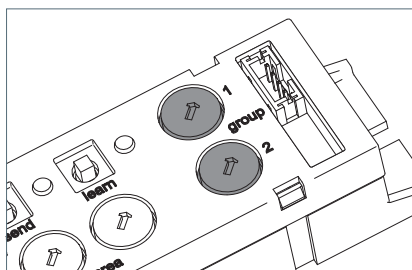

Fig. 16: Encoder rotativi "group 1" e "group 2".
- Se si desidera assegnare l'apparecchio d'illuminazione esattamente a un gruppo, impostare i due encoder rotativi "group 1" e "group 2" sullo stesso indirizzo di gruppo, vedi Fig. 16.